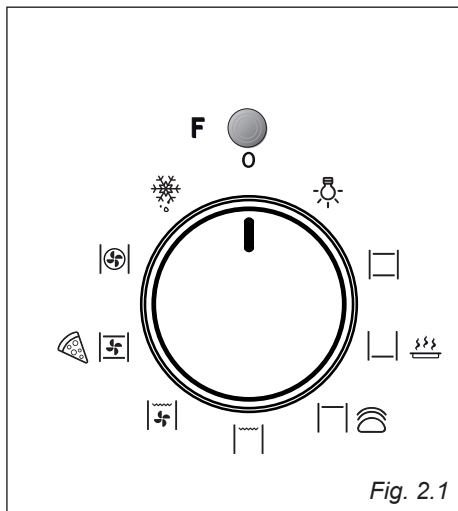

Fig. 2.1
- Sganciare il coperchio della morsettieria inserendo un cacciavite nei due agganci "A" (fig. 2.1).
### MANOPOLA DEL SELETTORE FUNZIONI (fig. 2.1)